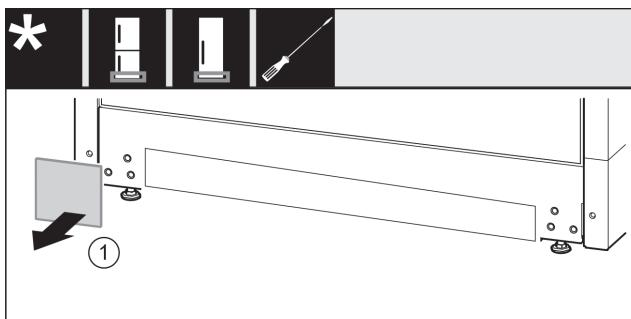

Fig. 14
- Αφαιρέστε το κάλυμμα Fig. 14 (1).